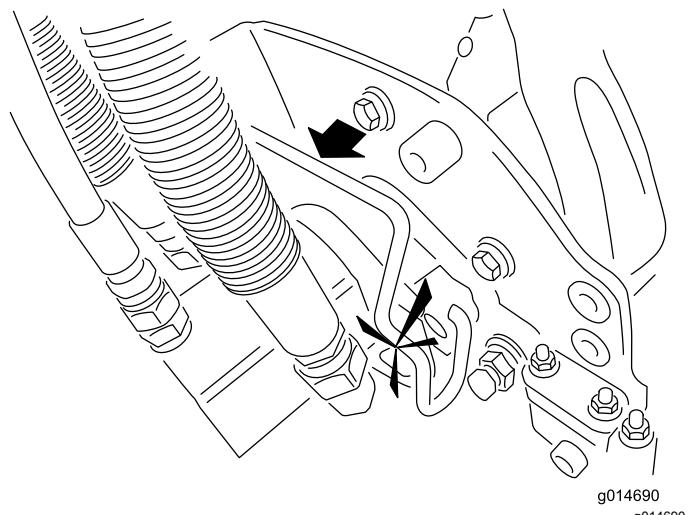

Figure 44
5. Enduissez de graisse propre l'arbre cannelé du moteur de plateau de coupe (Figure 44).
6. Insérez le moteur dans le côté gauche du plateau de coupe (vu de la position de l'utilisateur) et tirez la barre de retenue du moteur située sur le plateau de coupe vers le moteur jusqu'à ce qu'un déclic soit entendu des deux côtés du moteur (Figure 44).